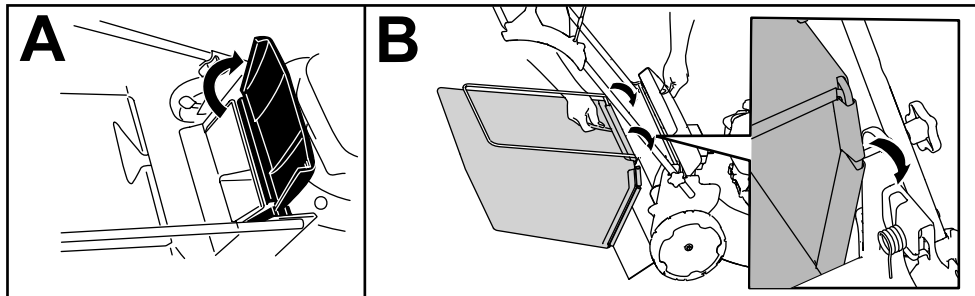

Figure 15
1. Soulevez le déflecteur arrière et gardez-le dans cette position (A de la Figure 15).
2. Montez le bac à herbe en veillant à placer les ergots dans les crans du support du guidon (B de la Figure 15).